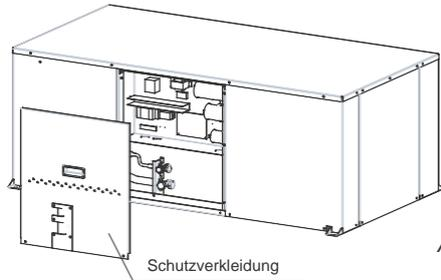

Abb. 14-2
14.3 Schaltbild (Siehe Abb. 14-2~Abb. 14-5)